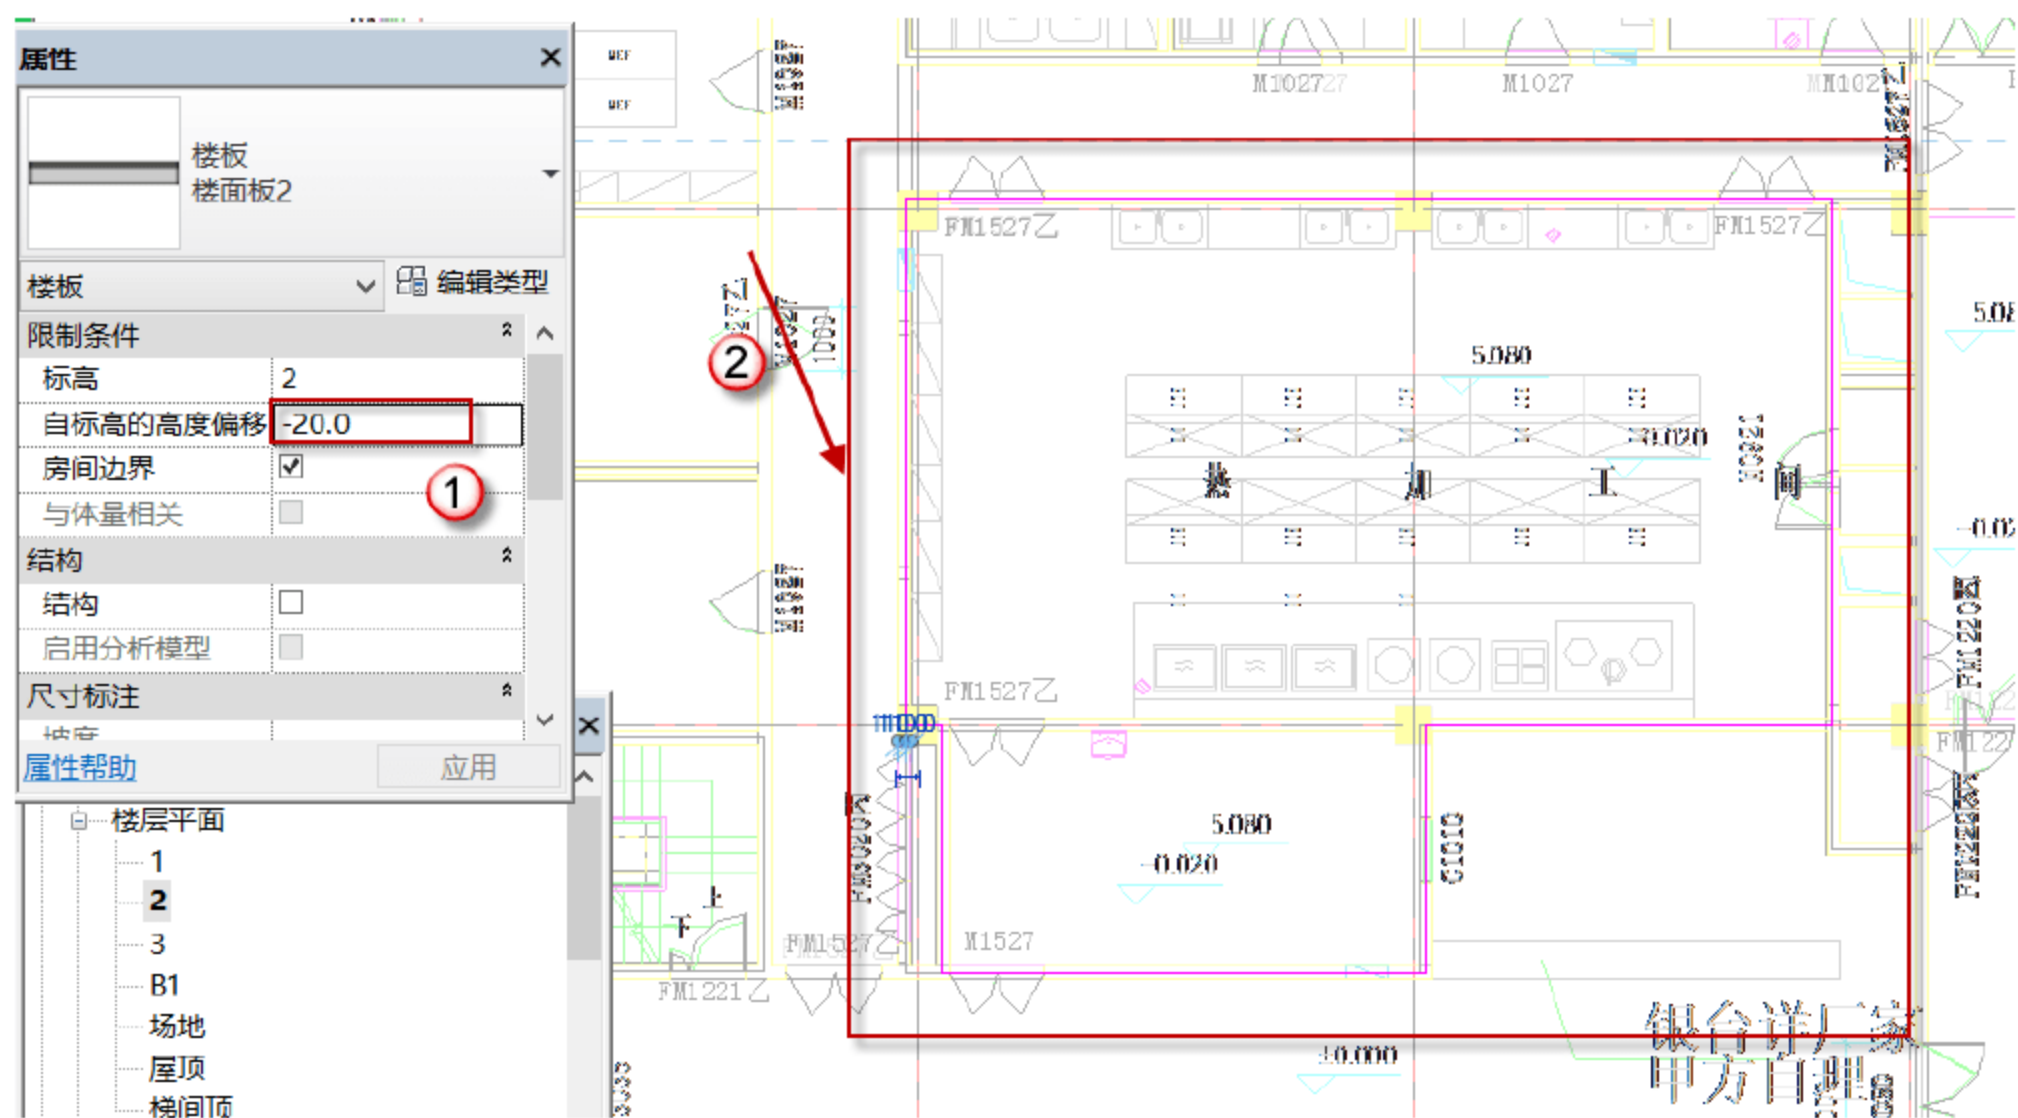

图 11.1.38 绘制部分标高偏移为“-20”的二层“楼面板 2”
(4) 1 轴到 4 轴与 F 轴到 D 轴之间标高为“-20”的“楼面板 2”的绘制。选择“建筑”→“楼板”→“建筑楼板”→“楼面板 2”命令，标高为“2”层，将标高改为“-20”，选用“直线”工具绘制，绘制路径如图 11.1.38 所示，绘制完成后，单击模式选项面板的√按钮，完成楼面板 2 的部分绘制。